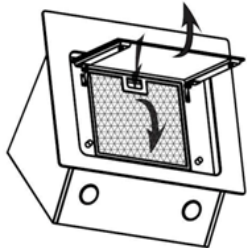

Rys. 11A
- Nacisnąć delikatnie pierścień zespołu oświetleniowego; obrócić nim w kierunku przeciwnym do ruchu wskazówek zegara, aby odkręcić zespół oświetleniowy; wyjąć go z okapu. Patrz Rys. 11A.